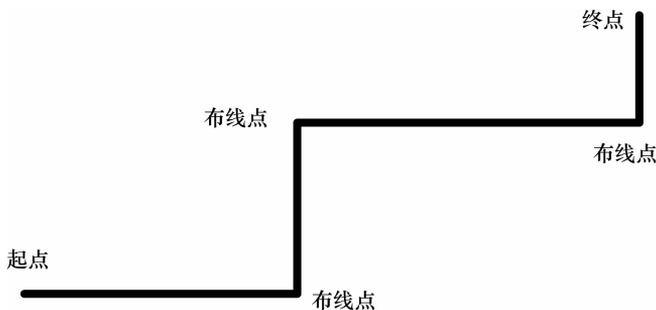

图 4-86 布置导线的过程
(2) 单击鼠标左键或单击键盘回车键确定导线的起点。移动鼠标指针后，会出现一条细线从所确定的第一个端点处延伸出来，直至鼠标指针当前所指位置。
(3) 将鼠标指针移到导线的下一个折点，单击鼠标左键或单击回车键在导线上添加一个布线点，系统自动布置从端点到该布线点之间的导线。
(4) 继续移动鼠标指针确定导线上的其他布线点，直至导线的终点。
(5) 单击鼠标右键或单击 Esc 键，完成这一条导线的布置，整个过程如图 4-86 所示。